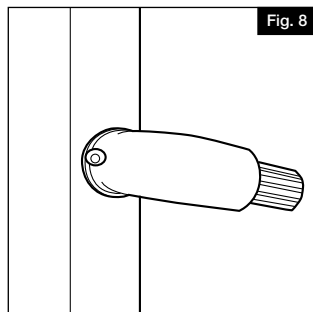

Fig. 8
- Después de instalar el pasamanos de manera temporal, desmontar y aplicar pegamento para aluminio y montar el larguero del pasamanos de forma permanente (Fig. 8).